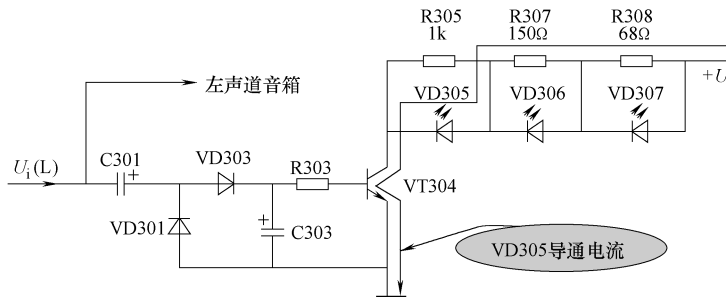

图 9-22  $VD305$  导通电流回路示意图
2)  $U_i(L)$  信号从零增大时。 $VT304$  基极有较小的电压, 便有集电极电流流过  $R305$ 、 $R307$  和  $R309$ 。由于  $R305$  的阻值最大 (1kΩ), 在  $R305$  上电压最大, 当  $R305$  上的电压降大于  $VD305$  的开启电压时,  $VD305$  导通、发光, 如图 9-22 所示是这一电流回路示意图。